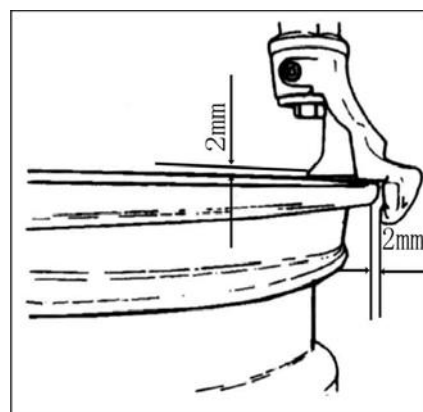
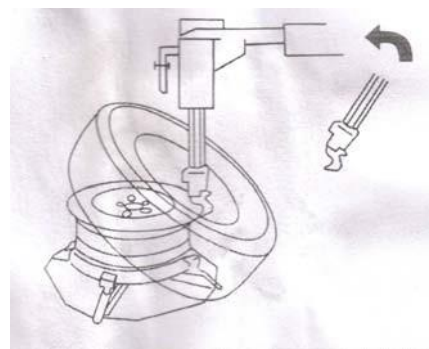

Fig 20
Fig 24
4.1.3 Flyt den sekskantede stang til arbejdspositionen for at placere afmonteringsværktøjet tæt på hjulets fælg. Den cylindriske rulle på afmonteringsværktøj vil berøre ydersiden af fælgen og bunden af afmonteringsværktøjet vil berøre fælgens overflade. Tryk på låsehåndtaget og tryk på knappen (fig. 2-2) for at fastlåse den vandrette arm og den sekskantet stang, hvorefter den sekskantede stang automatisk vil bevæge sig opad. Den kvadratiske stang vil automatisk bevæge sig lidt baglæns for at trække afmonteringsværktøjet fra fælgen, så fælgen ikke beskadiges. (fig. 20).
4.2.2 Smør smørelse eller flydende sæbe rundt i vulsten. Vip dækket mod fælgen og hold forsiden opad. Tryk ned på søjlens vippepedal (fig2-10) for at bringe søjlen tilbage til den oprindelige position. Flyt afmonteringshovedet for at lægge den fast op ad fælgen (fig. 20). Placer venstre side af vulsten over enden på afmonteringsværktøjet og direkte under bulen på afmonteringsværktøjet. Se FIG. 24.